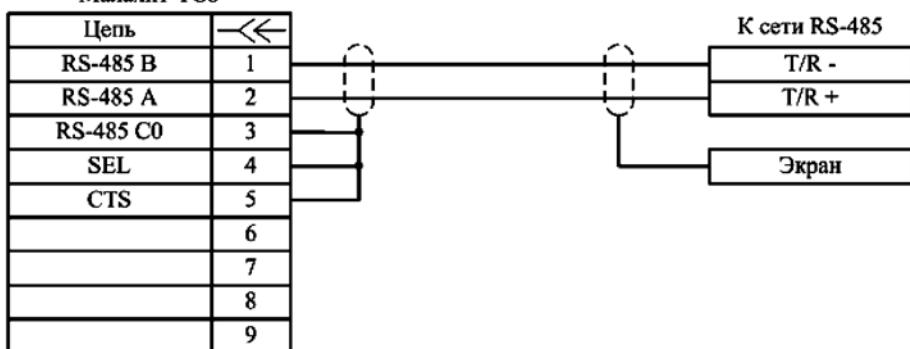

Рис.8
- Подключение электронного блока к сетевым коммуникациям стандарта RS-485 производится согласно спецификации стандарта. Схема распайки кабеля приведена на рис. 8.